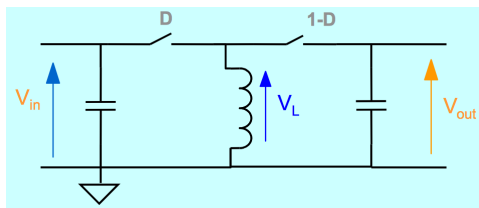

Figura 32: Regolatore Buck-Boost
**Buck-Boost** Combina le due tipologie precedentemente descritte generando una tensione di polarità invertita. (Figura 32)